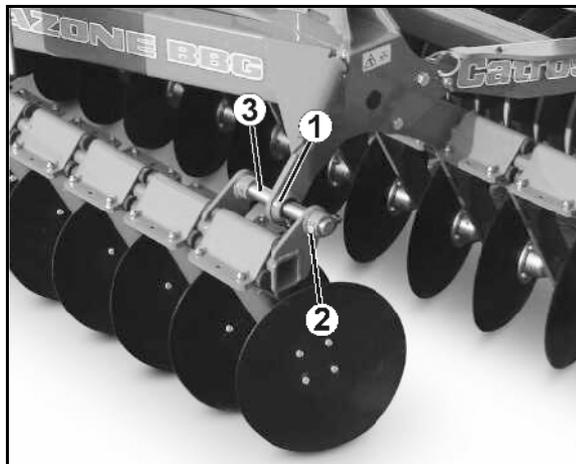

Рис. 66
Для замены подвижной опорной штанги (Рис. 66/1) поставьте разложенный агрегат так, чтобы не было нагрузки на подвижную опорную штангу.
1. Ослабьте резьбовое соединение (Рис. 66/2) смещающегося вала (Рис. 66/3).